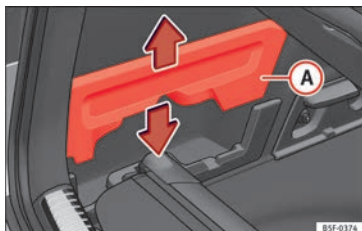

Bild 165 I bagageutrymmet: plats för att förvara hatthyllan
- Ta bort skydden » **bild 165** **A** vänster och höger.